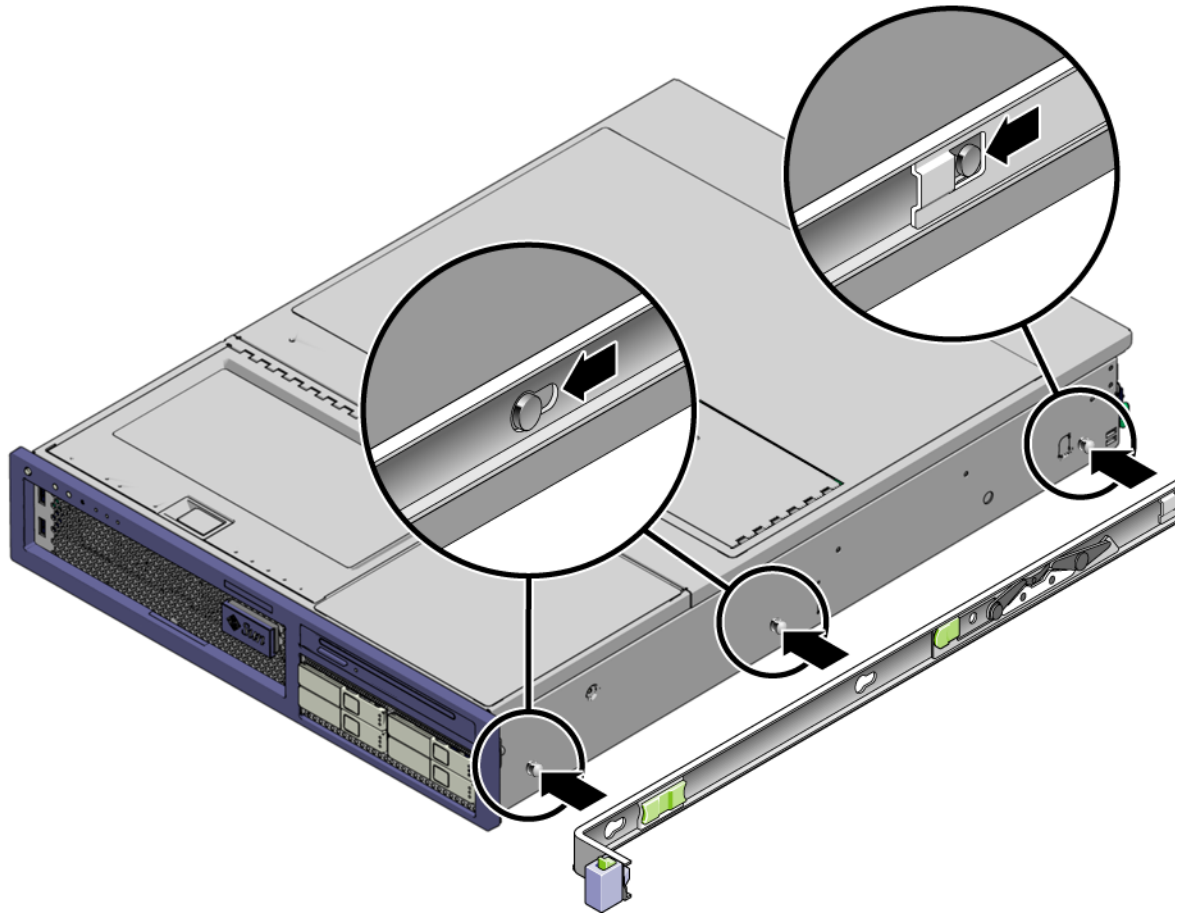

図 2-4 固定部品のシャーシへの取り付け
- a. スライドレールロックを前面側にして、固定部品の 3 つのはめ込み用の穴とシャーシ側の 3 つの位置決め用のピンの位置を合わせて、サーバーシャーシに固定部品を配置します (図 2-4)。
- c. 図 2-4 の右側に示されているように、3 つの位置決め用のピンがすべてのはめ込み用の穴に固定され、背面側の位置決め用のピンが固定部品のロックにかみ合っていることを確認します。